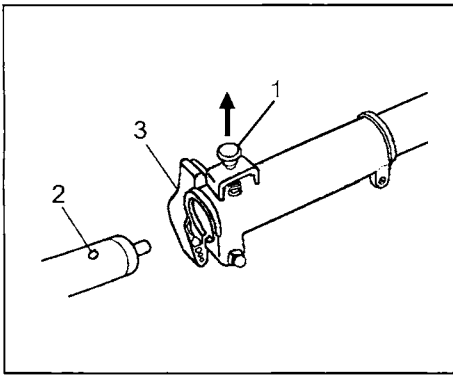

Fig. 1-1
2. Make sure the lock pin (1) fits in the location hole (2) of tube and that the tube will not come off. (Fig. 1-1)
3. Tighten the knob nut (3) securely. (Fig.1-1)
2. Assicurarsi che il perno di bloccaggio (1) s'accorda con il foro di fissazione (2) del tubo e che il tubo non si separa. (Fig. 1-1)
3. Avvitare a fondo sicuramente il dado da manopola (3). (Fig. 1-1)
2. Asegúrese de que se encaja la clavija trabadora (1) en el agujero de fijación (2) del tubo y que no se desprende el tubo. (Fig.1-1)
3. Apriétese firmemente la tuerca de perilla(3). (Fig.1-1)
2. S'assurer de ce que la cheville de verrouillage (1) s'enclave dans le trou de fixation (2) du tuyau et que le tuyau ne se détache pas. (Fig. 1-1)
3. Serrer fermement l'écrou de blocage (3). (Fig.1-1)
2. Überzeugen Sie sich davon, dass der Spannstift (1) ins Befestigungsloch (2) der Röhre hineinpasst und dass die Röhre nicht wegkommt. (Fig. 1-1)
3. Ziehen Sie die Griffmutter (3) sicher fest. (Fig. 1-1)
2. Se till att låstappen (1) passar i inställningshål (2) i röret och attröret inte ramlar av. (Fig. 1-1)
3. Drag fast rattmuttern (3) ordentligt. (Fig. 1-1)